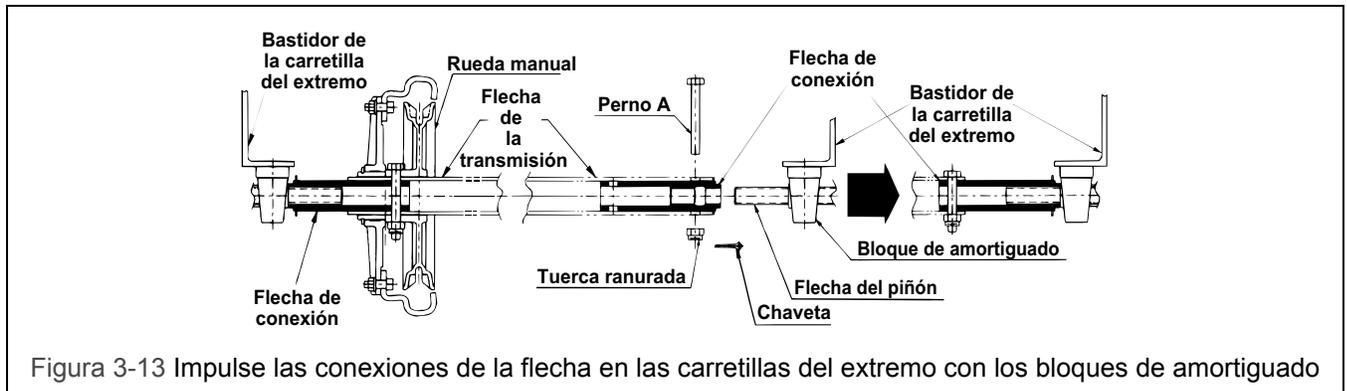
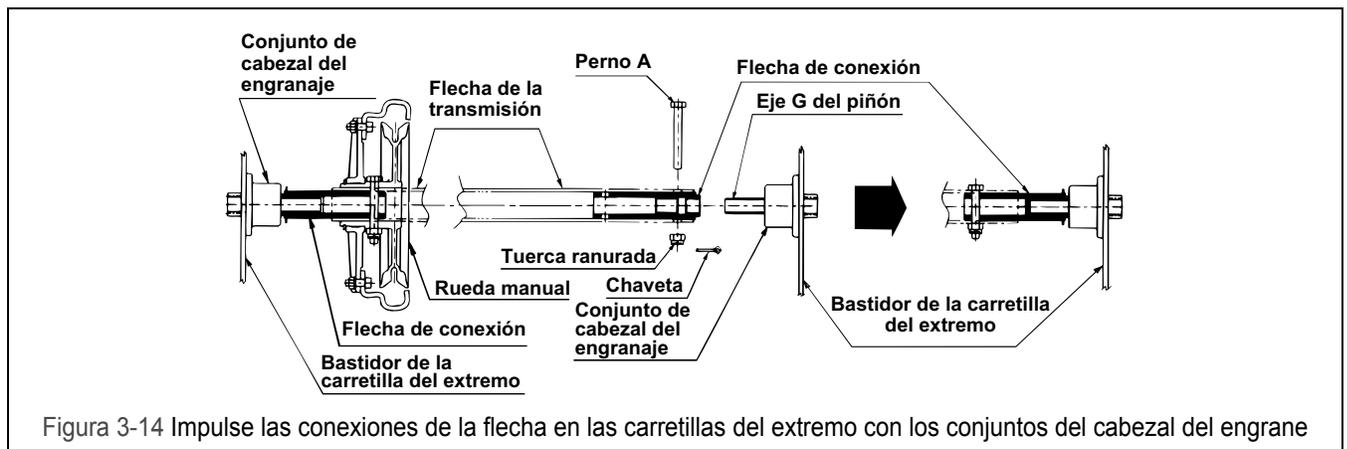

Figura 3-13 Impulse las conexiones de la flecha en las carretillas del extremo con los bloques de amortiguado
Figura 3-14 Impulse las conexiones de la flecha en las carretillas del extremo con los conjuntos del cabezal del engrane
- (1) Deslice la rueda manual sobre el extremo de la flecha de transmisión (el extremo de la flecha de transmisión es el extremo con un orificio para el paso del perno, a dos pulgadas del extremo de la flecha).
- (2) Consulte la Figura 3-13 o Figura 3-14 según se aplique, e inserte las flechas de conexión dentro de ambos extremos de la flecha de transmisión. Debe alinear los tres orificios en el extremo de la rueda manual - con un orificio en el centro de la rueda manual, otro orificio en la flecha de transmisión y el último orificio en la flecha de conexión. Inserte el perno B largo y sujételo usando la tuerca y la chaveta.
- (3) Después sostenga el extremo de la rueda manual de la flecha de transmisión adyacente a la flecha o eje del piñón ranurado. Deslice la flecha de conexión sobre el eje o flecha del piñón. Consulte la Figura 3-13 o Figura 3-14 según se aplique.
- (4) Por último, debe alinear el extremo restante de la flecha de transmisión con el eje o flecha del piñón ranurado en la otra carretilla del extremo y deslice la flecha de conexión desde el extremo de la flecha de transmisión hasta la línea de orificios para el paso del perno, entre la flecha de conexión y la flecha de transmisión. Sujete la flecha de transmisión con la flecha de conexión usando el Perno A, la tuerca acanalada y la chaveta.
- (1) Deslice la rueda manual sobre el extremo de la rueda manual de la flecha de transmisión (el extremo de la rueda manual de la flecha de transmisión es el extremo con un orificio para el paso del perno, a dos pulgadas del extremo de la flecha).
- (2) Consulte la Figura 3-13 o Figura 3-14 según se aplique e inserte la flecha de conexión dentro de la rueda manual y la flecha de transmisión. Debe alinear los tres orificios, el orificio en el centro de la rueda manual, otro orificio en la flecha de transmisión y el último orificio en la flecha de conexión. Inserte el perno B largo y sujételo usando la tuerca y la chaveta.
- (1) Consulte la Figura 3-13 o Figura 3-14 según se aplique e inserte la flecha de conexión dentro del lado de la carretilla del extremo de la flecha de transmisión (el "extremo" de la carretilla del extremo tiene el orificio de 51 mm para el paso del perno desde el extremo de la flecha de transmisión). Deje la flecha de conexión completamente insertada. No debe alinear los orificios de paso del perno ni deberá apretarlos aún.
- (2) Deslice el lado de la carretilla del extremo de la flecha de transmisión (con la flecha de conexión completamente insertada) en el eje o flecha del piñón acanalado de la carretilla del extremo. Consulte la Figura 3-13 o Figura 3-14 según se aplique. No intente alinear los orificios ni sujetar la tornillería.